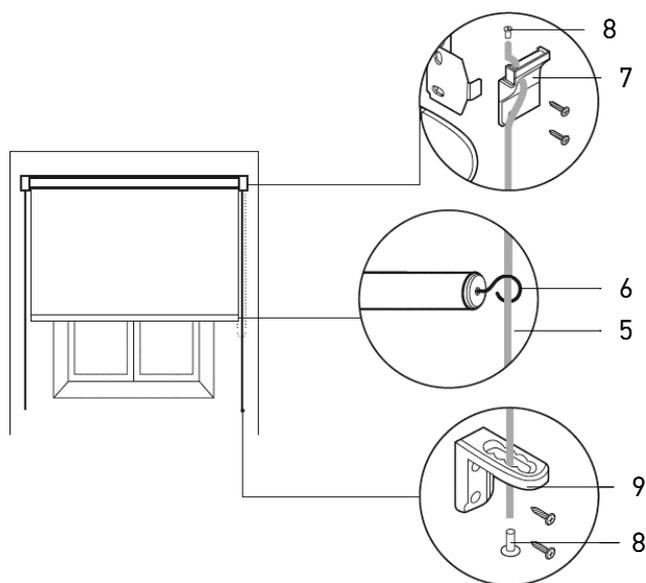

Рис.2. Установка троса (боковая фиксация)
1.2. Просверлить отверстия для обоих кронштейнов (2) и при необходимости вставить дюбели. Если изделие комплектуется тросами (5), то на кронштейны (2) наложить кронштейны верхние для троса (белая пластиковая пластина) (7) пазом под трос вверх (см. рис.2). Прикрутить кронштейны саморезами*.
П.п.1.5-1.8 только для изделий с тросом (см. рис.2).